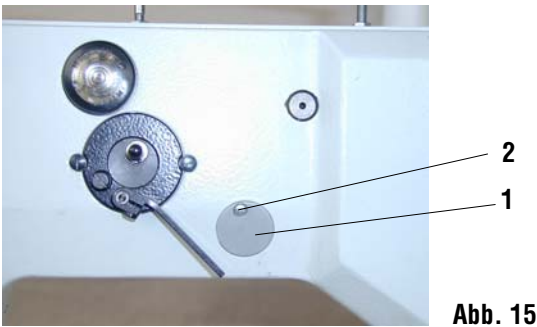

Abb. 15
16. Einstellung des Nadeleinstiches in die Mitte der Nadelrille in der Stichplatte in Querrichtung (Abb. 15, 16)